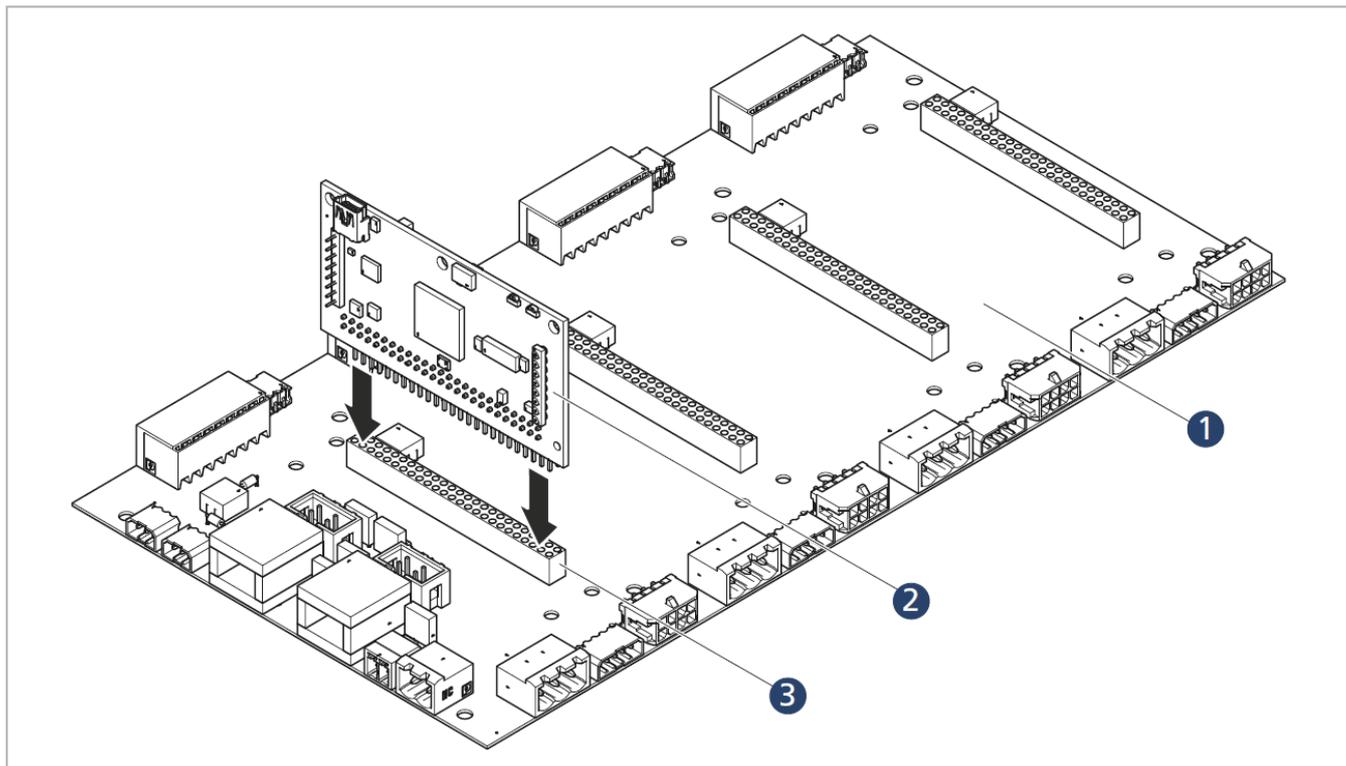

図9: モーションコントローラ回路基板の据付け
- ▶ 図9に示すように、モーションコントローラ回路基板の方向を合わせてください。
- ▶ モーションコントローラ回路基板 (2) を、コネクタ (3) を介してマザーボード (1) に接続します。